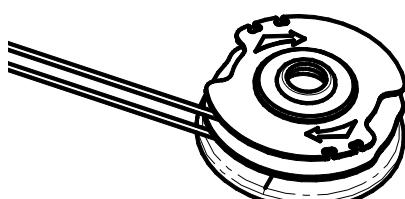

Fig. 23
4. Embobiner le fil dans la bobine en tournant la bobine dans le sens des flèches tel que montré sur la Fig. 23.